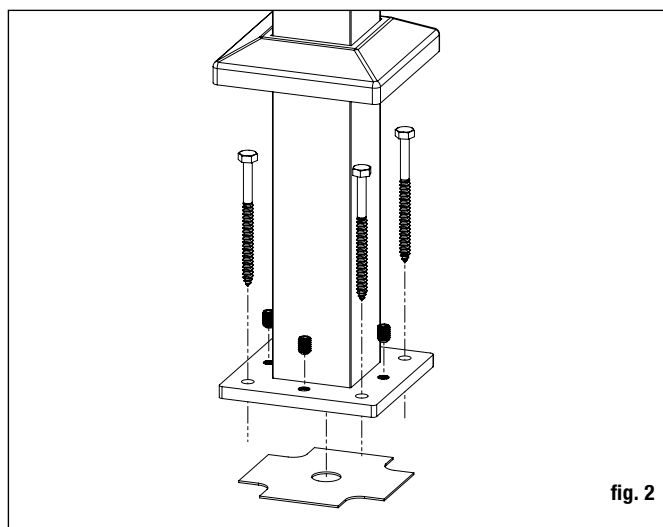

fig. 2
Étape 1 Installez les poteaux en attachant la base en aluminium à la surface de la terrasse. Placez le poteau afin que l'attache entre dans la solive du sol, et vérifiez que le platelage est fermement attaché à la solive à l'emplacement des poteaux. Au besoin, utilisez des blocs de bois solidement fixés à la structure de des solives comme renforcement en dessous de la terrasse à l'emplacement des poteaux. Les attaches qui maintiennent la base du poteau à la surface devraient être en mesure de fixer la solive ou les entretoises de renforcement, en plus de fixer la terrasse. *Remarque : Lors de l'installation du poteau en aluminium en haut d'une surface en bois, les vis doivent être insérées à une profondeur d'au moins 7,6 cm (3 po) du bois solide (sans inclure la terrasse). Les planches de terrasse de 3,2 cm ou 3,8 cm (5/4 po ou 1 1/2 po) ne fournissent pas de matériel suffisant pour une installation sécuritaire. Au besoin, ajoutez du matériel supplémentaire sous la surface (fig. 2).*